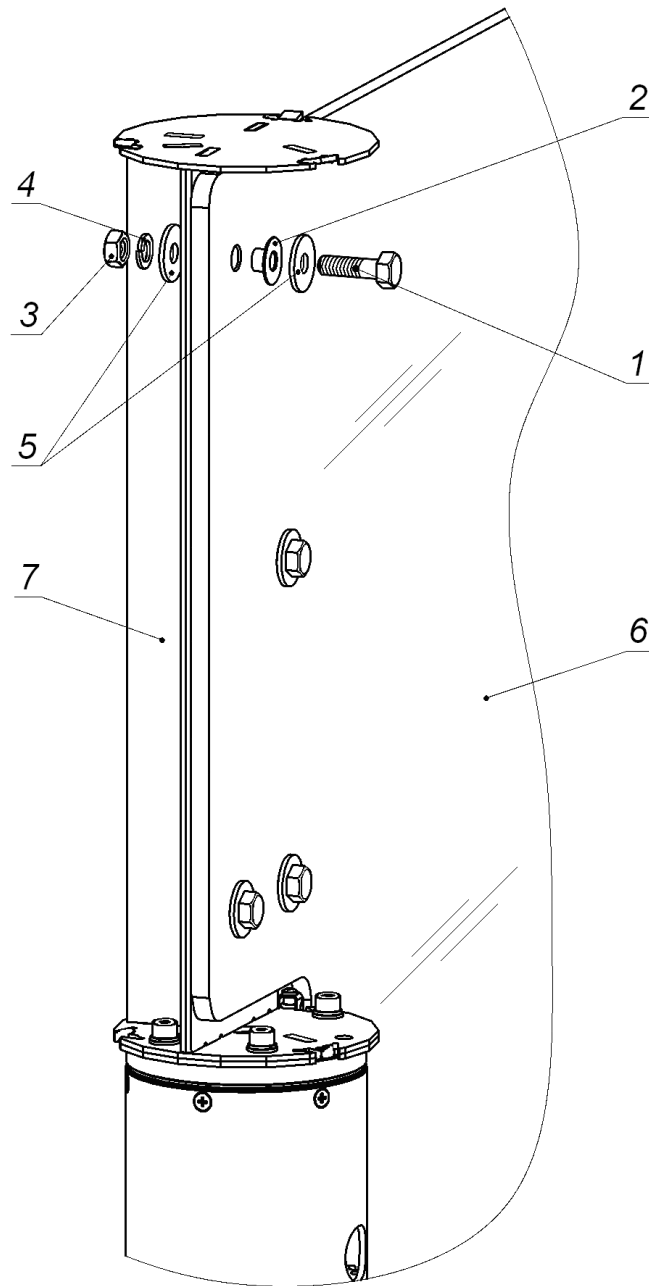

Рисунок 12. Установка створки
- Произведите монтаж стеклянной створки в соответствии с рис. 12. Для этого закрепите створку (6) на опоре поворотной (7) с помощью деталей (1) – (5).